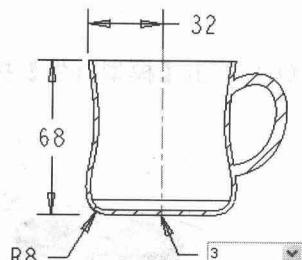

图 1-5
(1) 在 cup.drw 操作窗口中，单击主菜单中的【编辑】→【值】选项，选取设计窗中的壁厚尺寸 2，如图 1-5 所示，把该值修改为 3，按 Enter 键确认。